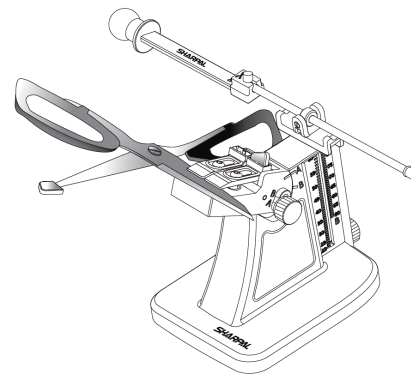

Fig. 1
5. Lors de l'affûtage des ciseaux, assurez-vous que la lame à affûter est bien serrée. Couvrez l'autre extrémité des ciseaux avec le capuchon de protection pour éviter tout risque de blessure (Voir Fig. 1).